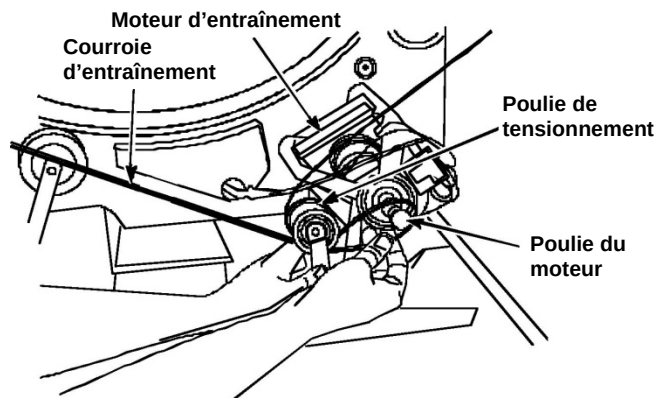

FIGURE 8
22. Placer la courroie d'entraînement autour du tambour. Installer le tambour dans la sècheuse et terminer l'installation de la courroie sur la poulie. Lever la poulie de tensionnement vers le haut, réaliser une boucle avec la courroie et la passer sous la poulie de tensionnement, puis engager la courroie autour de la poulie du moteur. Voir Figure 8.